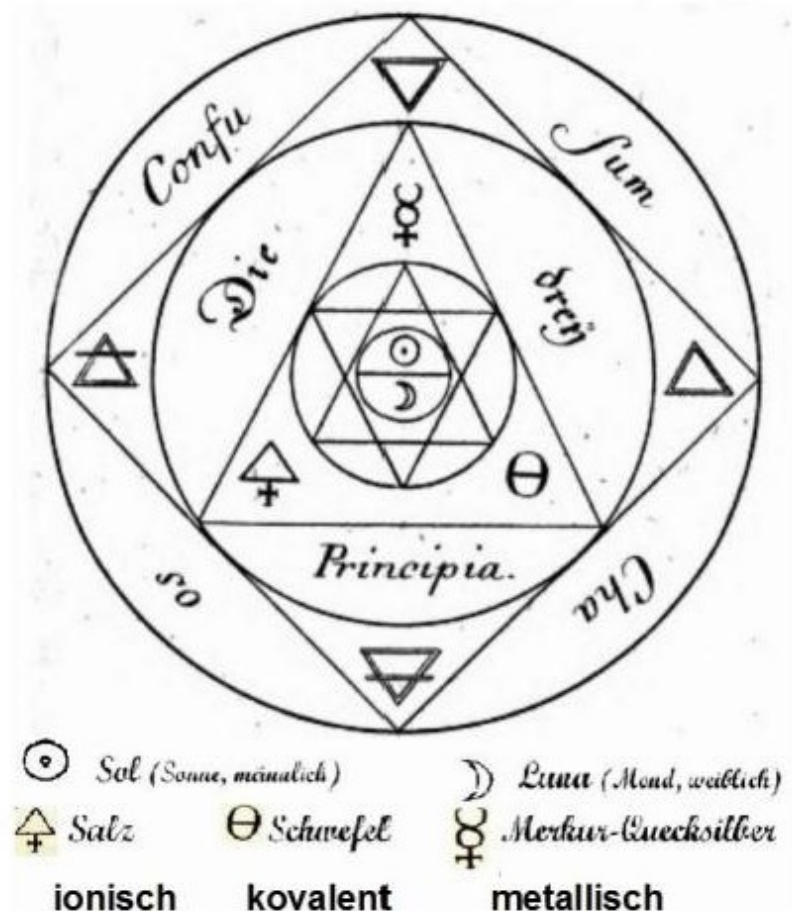

Abbildung 6: Die Welt der Alchemisten bei Basilio Valentino (BV1717)
In der entsprechenden Abbildung 6 deutet der große Kreis zunächst einmal an, dass bei der Schöpfung in diesem Weltenkreis aus dem umgebenden Chaos, dem „Confusum Chaos“, eine erste Ordnung entstand. Hier erscheinen jetzt die vier Elemente in dem von dem äußeren Kreis eingeschlossenen Quadrat. Diese vier Elemente sind durch einen inneren Kreis verbunden mit drei „Prinzipien“, die durch die drei Symbole für Salz, Schwefel und Quecksilber dargestellt sind. Der nächste Kreis umschließt den
**Marie:** Von Bindungskräften hat man damals wohl noch nicht gesprochen. Der Aufbau der Materie aus Atomen war damals auch nur eine theoretische Spekulation. Die Reaktionsfreudigkeit verschiedener Stoffe hat man viel menschlicher als "Affinität", also eine Art Zuneigung, angesehen. Aus dem Bild 6 kannst du aber noch mehr über die Welt der Alchemisten erfahren. Da gab es die Vorstellung, dass alle Materie letztlich aus einem Urstoff, der *materia prima*, entstanden ist. Das wird in diesem Bild einmal durch die Vereinigung der vier Elemente in dem sechs-zackigen Stern verdeutlicht, und dann noch einmal weiter innen durch die Vereinigung von Sonne und Mond im innersten Kreis.